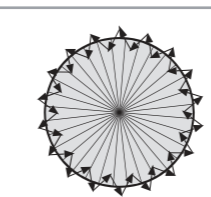

FIG.13
4.3.4 Camine desde fuera hacia dentro en el área de detección hasta que el LED se encienda durante aproximadamente 2 s y se apague. La siguiente activación debe producirse en un intervalo de 2 s (consultar FIG.13).
4.4.4 Camine desde fuera hacia dentro en el área de detección hasta que el LED se encienda durante aproximadamente 2 s y se apague. La siguiente activación debe producirse en un intervalo de 2 s (consultar FIG.13).